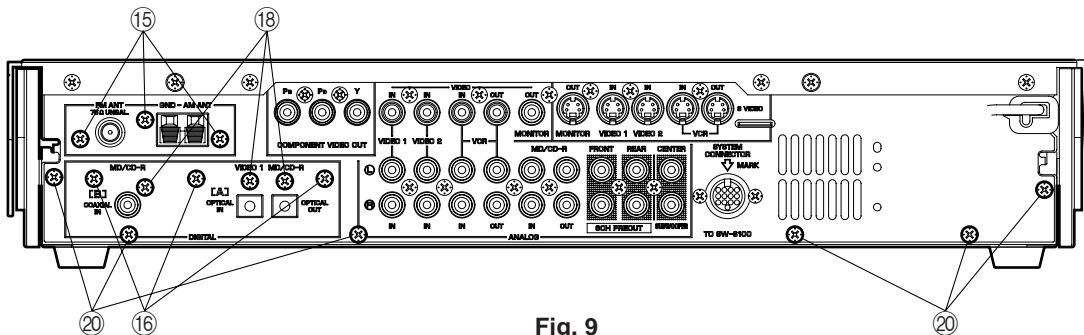

Fig. 9
- Remove 3 screws (15). (Fig. 9)
- Remove 3 screws (16). (Fig. 9)
- Remove 3 screws (18). (Fig. 9)
- Remove 6 screws (20). (Fig. 9)
- 15のネジ3本を外します。(Fig. 9)
- 16のネジ3本を外します。(Fig. 9)
- 18のネジ3本を外します。(Fig. 9)
- 20のネジ6本を外します。(Fig. 9)